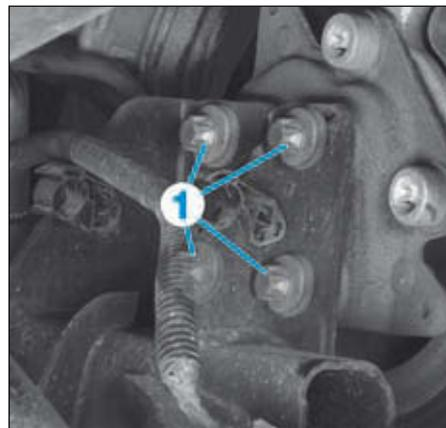

FIG.22
- Déposer les vis (1) puis le porte-fusée (**Fig.22**).